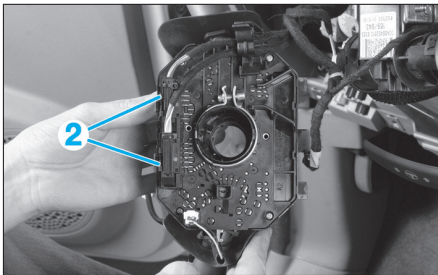

FIG. 11
- Débrancher les connecteurs (2) (Fig.11).